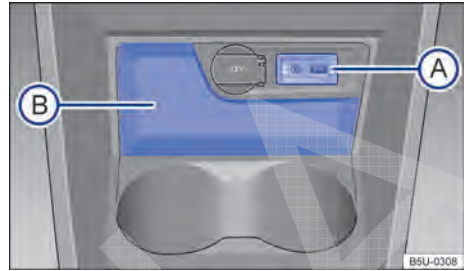

Fig. 98 No console central dianteiro: porta-objetos.
No console central dianteiro, existe um porta-objetos aberto → Fig. 98 (B).